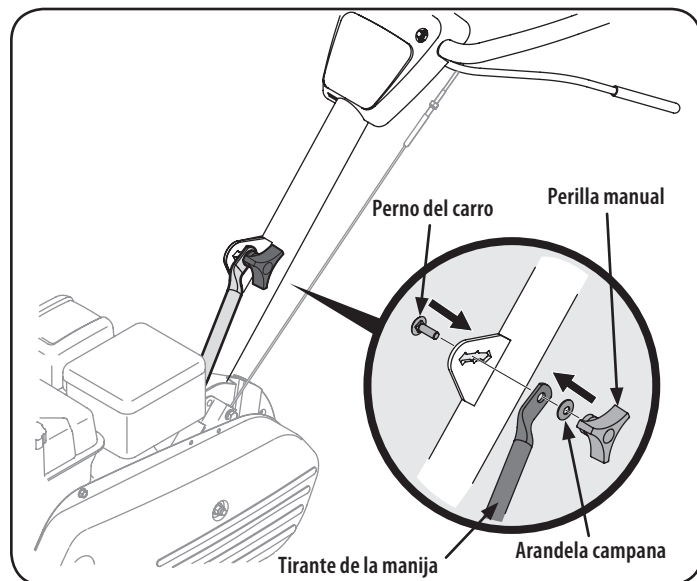

Figura 4
4. Asegure el perno después de ajustar la traba de la manija. Vea la Figura 4.
6. Inserte el perno de carro a través del soporte soldado de la manija, la arandela campana, la traba de la manija, y dentro de la perilla de mano. Vea la Figura 4.
7. Seleccione una de las tres posiciones para la altura de la manija (tres muescas en la ménsula soldada de la manija), y ajuste la perilla de mano para fijar la manija en la posición deseada. Vea la Figura 4. Regrese a la manija inferior y ajuste el perno hexagonal firmemente.